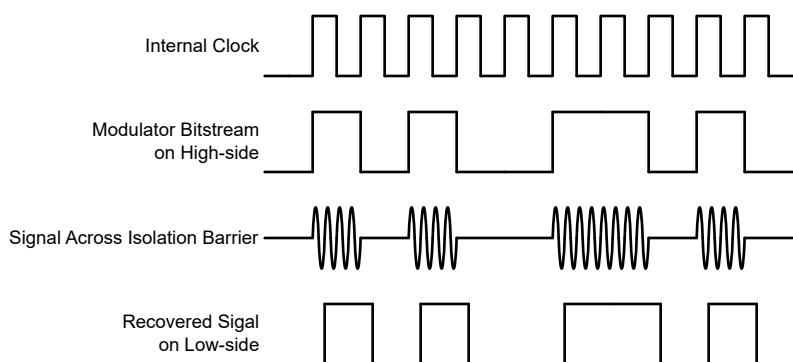

図 7-1. OOK ベースの変調方式
図 7-1 に示されているように、AMC0x11S-Q1 は、オン / オフ キーイング (OOK) 変調方式を使用して、変調器の出力ビットストリームを、 $\text{SiO}_2$  ベースの絶縁膜間で伝送します。送信ドライバ (TX) をに 機能ブロック図 示します。TX は、内部で生成された高周波キャリアを絶縁バリア越しに送信し、デジタル 1 を表現します。ただし、TX はデジタル 0 を表す信号を送信しません。AMC0x11S-Q1 で使用されるキャリアの公称周波数は 480MHz です。